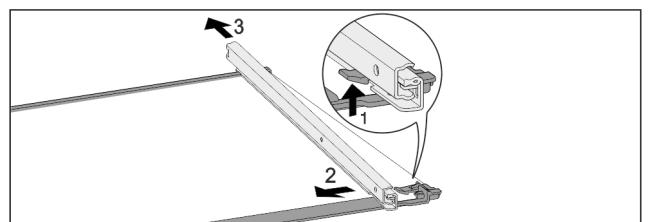

Fig. 84 Скляна пластина з рейками
- ▶ Натиснути передній гачок-фіксатор вгору. Fig. 84 (1)
- ▶ Виштовхніть виїзну рейку в сторону Fig. 84 (2) та назад Fig. 84 (3).